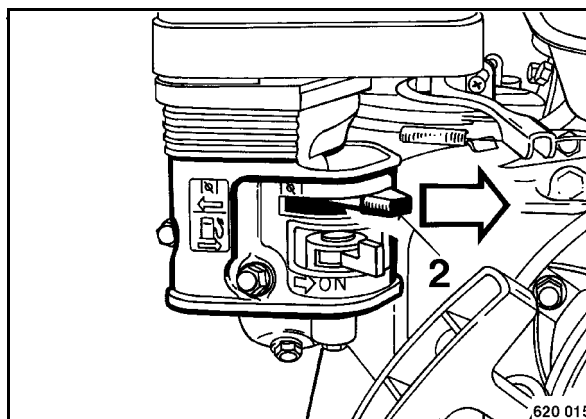

рис. 11
- Если двигатель прогреет, постепенно открывать рычаг 2 (рис. 11) воздушной заслонки в направлении стрелки.